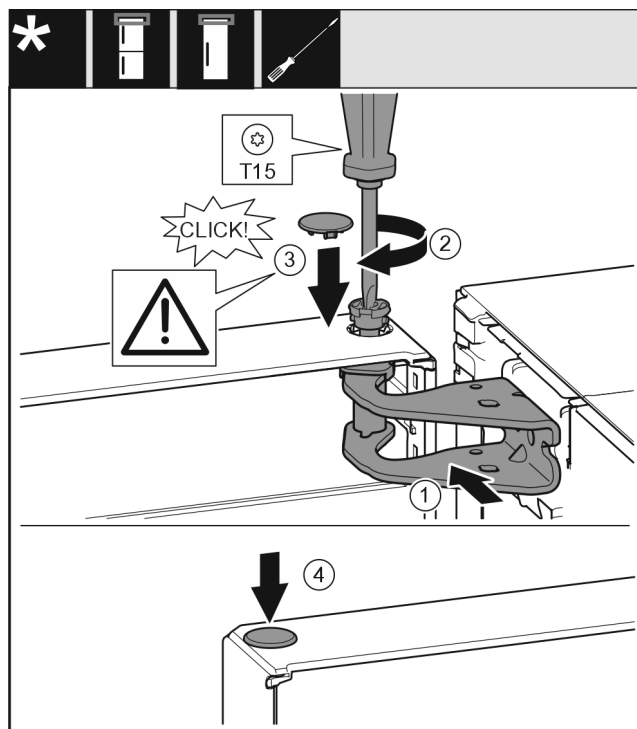

Fig. 19
- Poravnajte gornja vrata prema otvoru u podlošku ležaja Fig. 19 (1).
- Umetnite svornjak Fig. 19 (2) i pritegnite ga odvijačem.
- Postavite poklopac Fig. 19 (3).
- Provjerite da poklopac Fig. 19 (3) naliže na vrata.
- Postavite poklopac Fig. 19 (4).